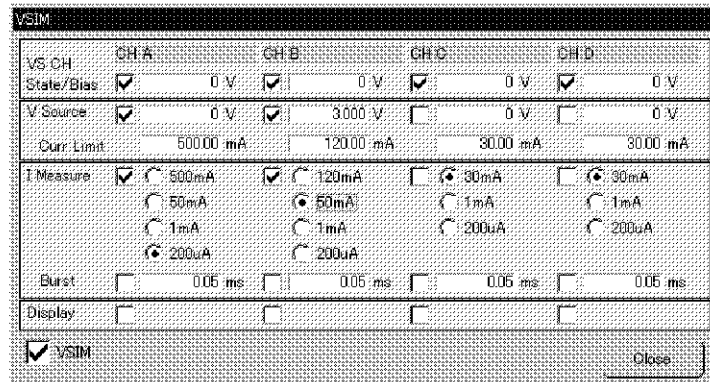

図 10-2 DCS 送信設定
2. 表 10-3 に従い、図 10-2 のようにチャンネル A、チャンネル B を設定します。